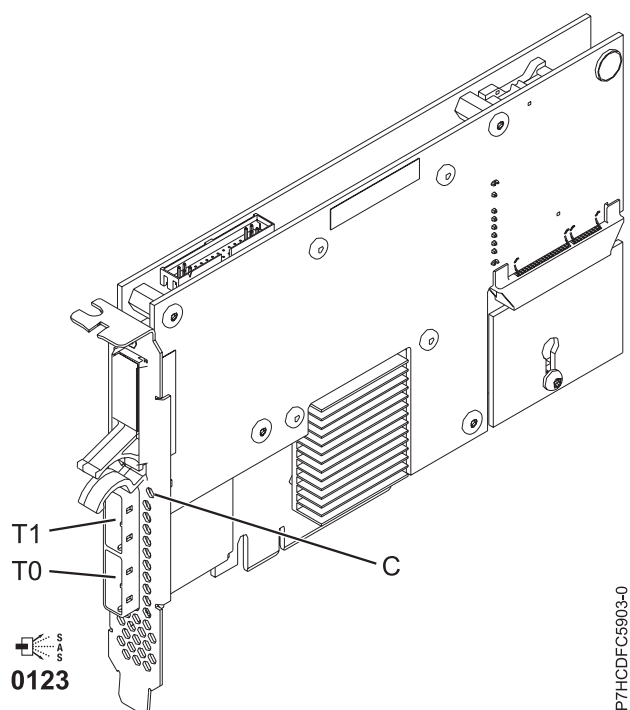

Figura 15. Adaptador RAID SAS de 3 Gb x4 - PCIe dual
O 5903 ou 5805 contém um LED ((C) em Figura 15) que pisca se os dados de cache estão presentes. O LED de dados em cache presente pisca quando há dados possíveis no cache no adaptador. Se o LED de dados em cache presentes está piscando, não substitua o pacote de baterias de cache. Se for substituído quando o LED estiver piscando, os dados do cache serão perdidos. Consulte Figura 15 para localizar o LED de dados em cache presentes nesse adaptador.